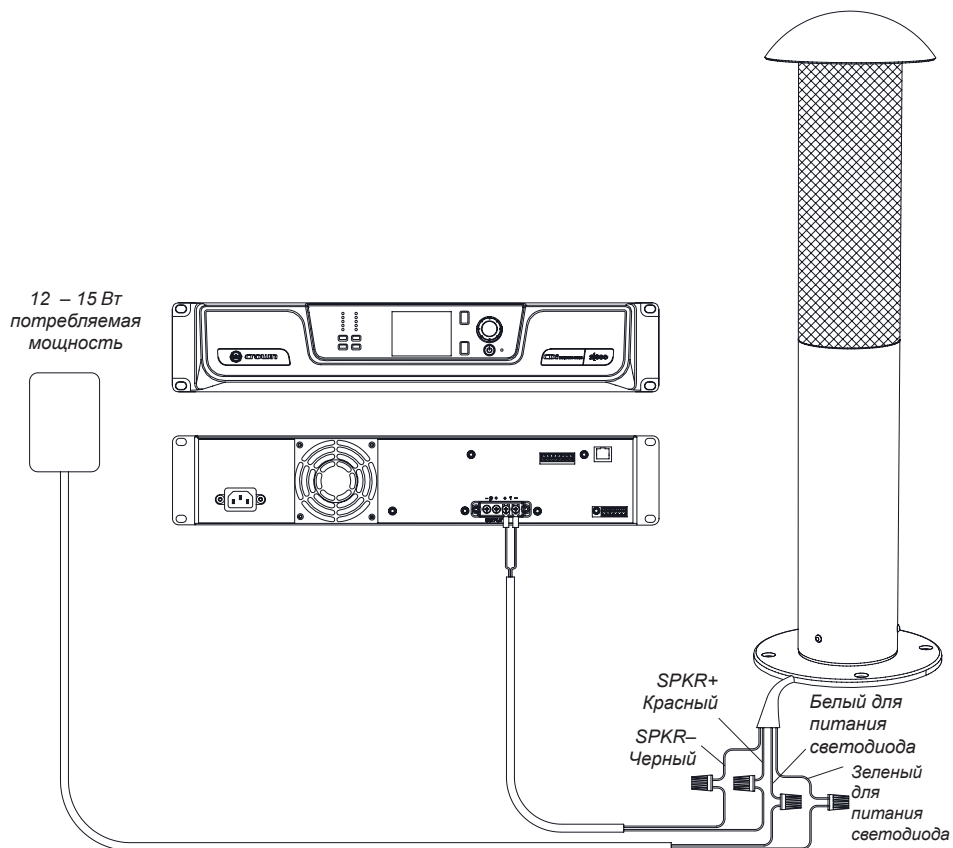

Рисунок 25
2. Подключите красный входящий гибкий провод динамика (+) к проводу (+) от выхода усилителя, а черный входящий гибкий провод динамика (-) к проводу (-) от усилителя (см. рисунок 25). Воспользуйтесь обжимными соединителями или соединительными изолирующими зажимами для надежного подключения. Для повышенной надежности выполните подключение внутри подземной водонепроницаемой электрической распределительной коробки IP65.